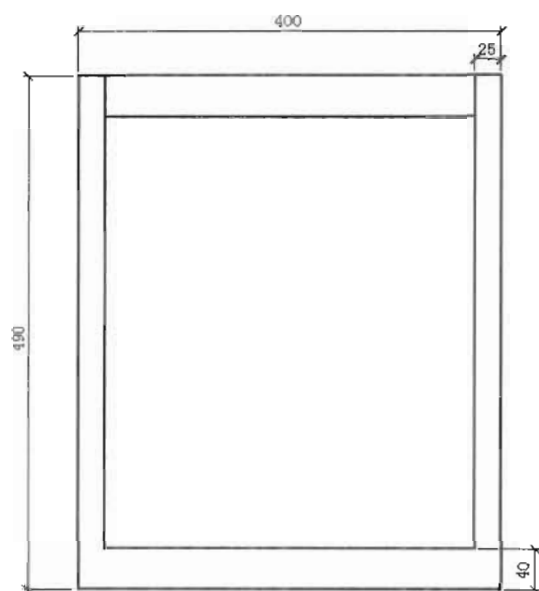

图 4-186
(3) 单击“修改”工具栏中的“修剪”按钮, 剪掉多余线段, 如图 4-186 所示。